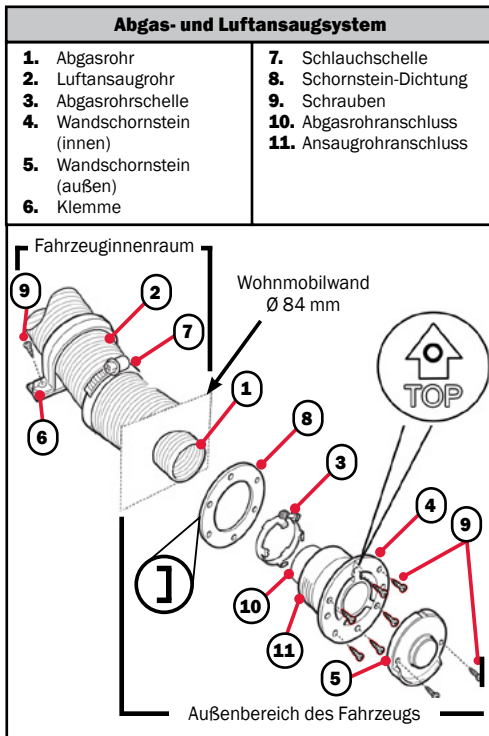

Abbildung 9
- Bohren Sie ein Loch (Ø 84 mm) in die Fahrzeugwand und dichten Sie es mit der Dichtung (Abb. 9 #8) ab, wobei die glatte Seite zum Abgasrohr und die Dichtung zur Wand des Wohnmobils zeigen muss (Abb. 9 #3).
- Schieben Sie eine Schlauchschelle (Abb. 9 #3) über das Abgasrohr und stecken Sie das Rohr in die Öffnung. Ziehen Sie die Schelle fest (Drehmoment 3,4 - 4 Nm).
- Führen Sie das Luftansaugrohr über die Rippen des Abgaskamins (Abb. 9 #11).
- Befestigen Sie den Abgaskamin mit 6 Schrauben (Abb. 9 #9). Achten Sie darauf, dass „TOP“ nach oben gerichtet ist.
- Befestigen Sie die Abdeckung des Abgaskamins mit 2 Schrauben und befestigen Sie dann das Abgasrohr mit der Befestigungsschelle an der Fahrzeugwand (Abb. 9 #6)..